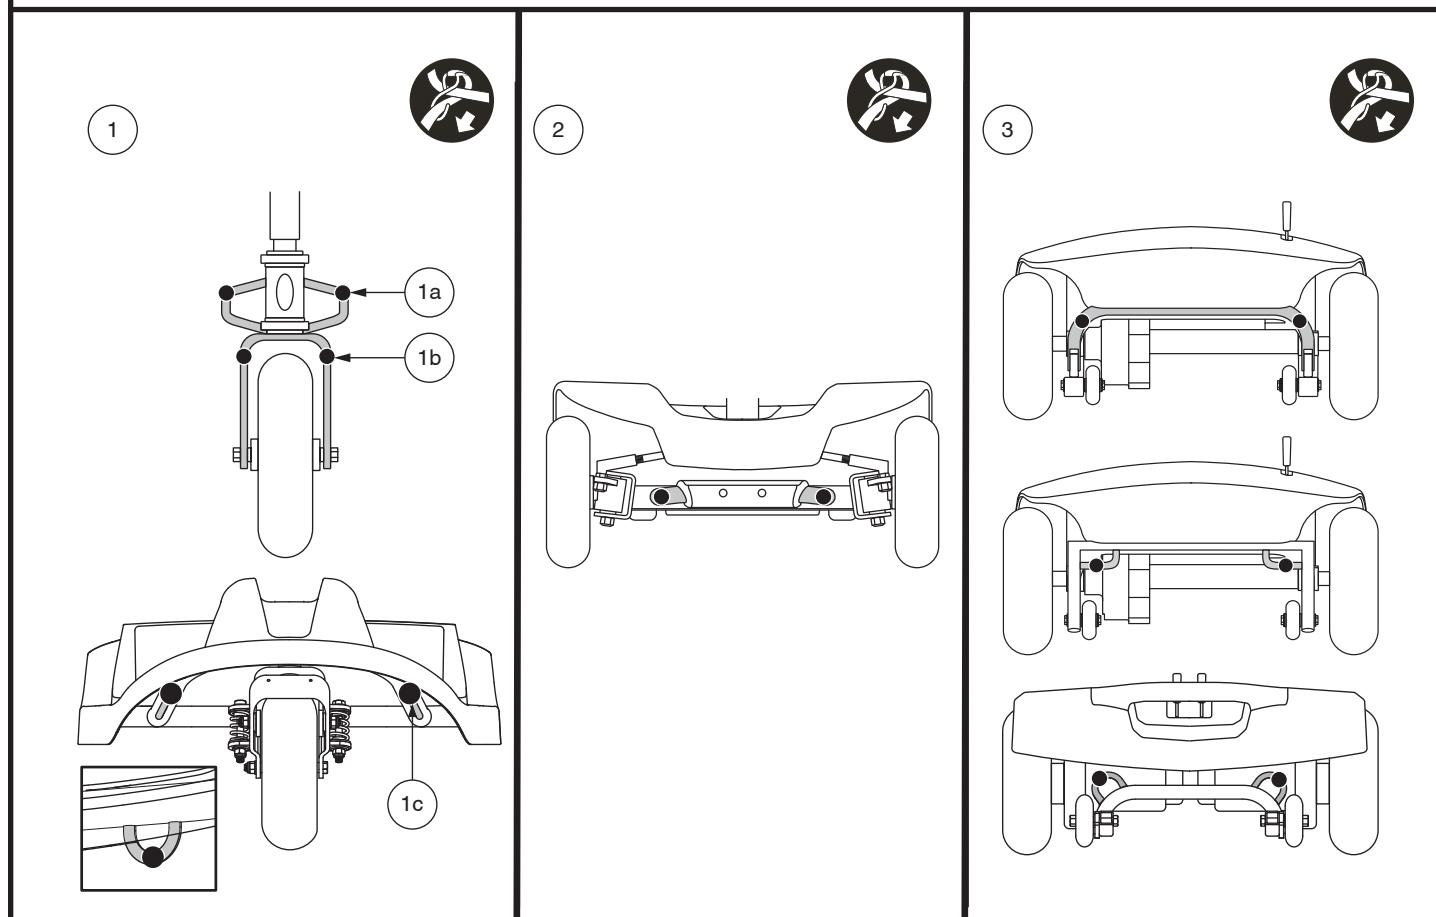

Figure 7. Points d'ancrage (Identifié avec des points noirs)
Le Travel Scooter doit toujours être ancrés face à l'avant du véhicule. Fixez les quatre (4) courroies aux points d'ancrage désignés sur le Travel Scooter. **Voir la figure 7.** Serrez-bien les courroies pour retirer le jeu excessif. N'attachez jamais le Travel Scooter par ses composantes réglables ou mobiles tels que les accoudoirs, capots ou roues. Ces articles devraient être enlevés. Positionnez les points d'ancrage arrière des courroies directement derrière le Travel Scooter. Les points d'ancrage avant sont disposés plus loin de chaque coté du Travel Scooter afin d'augmenter la stabilité latérale.